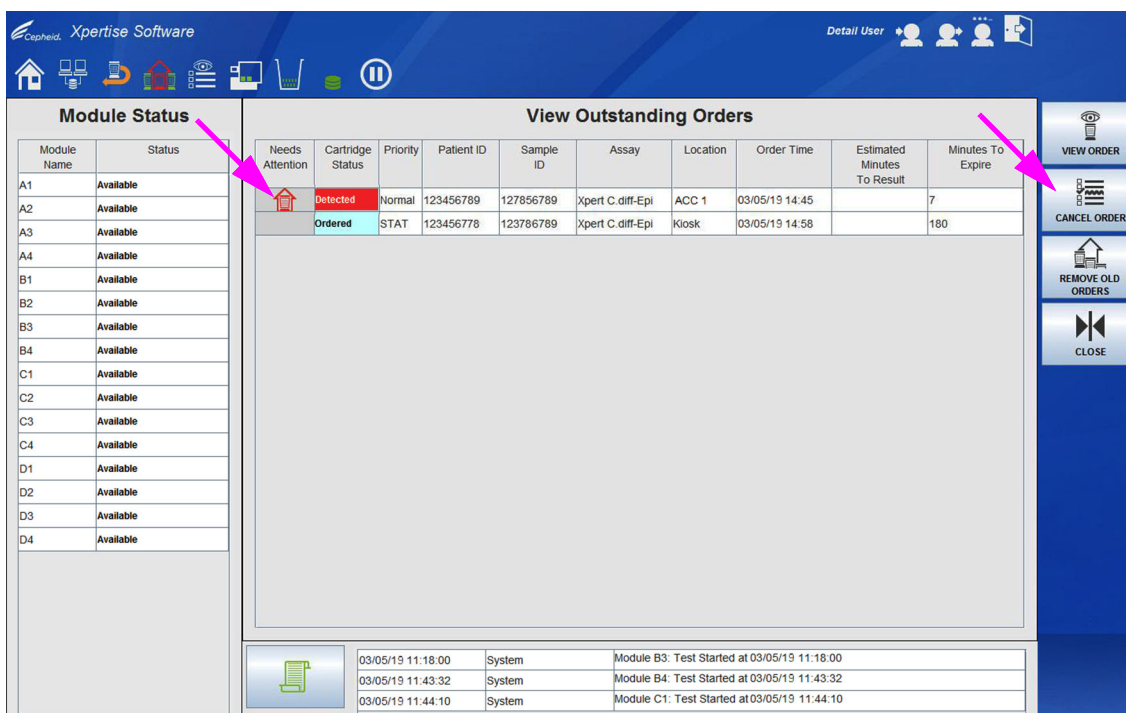
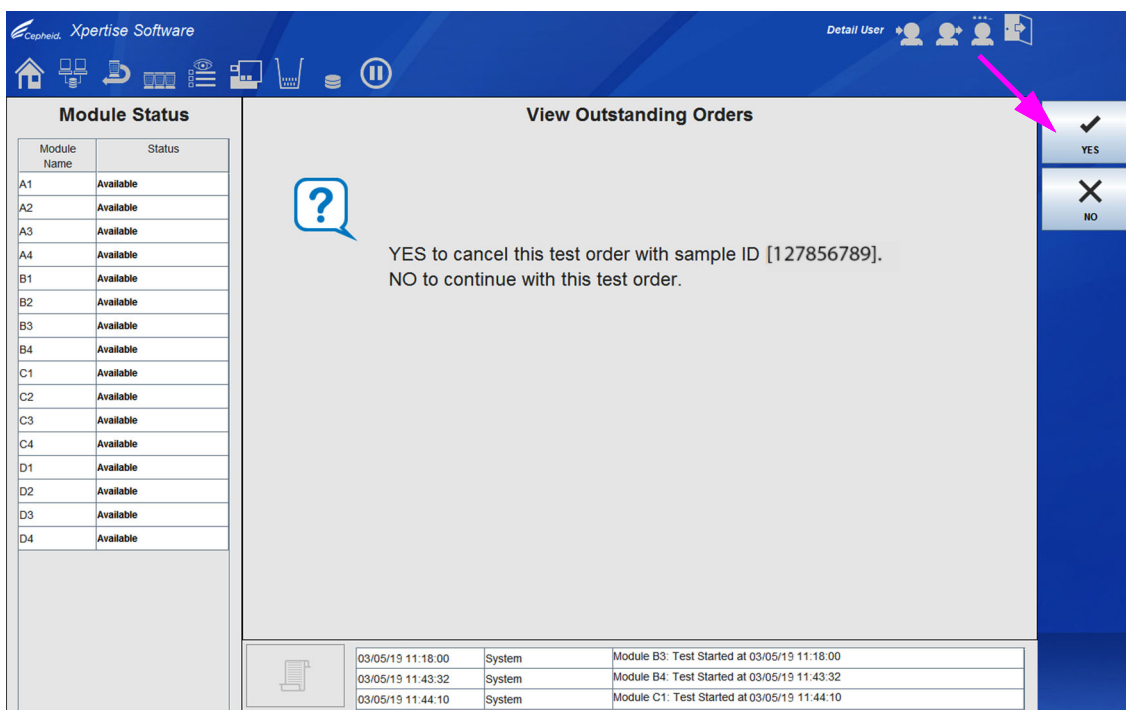
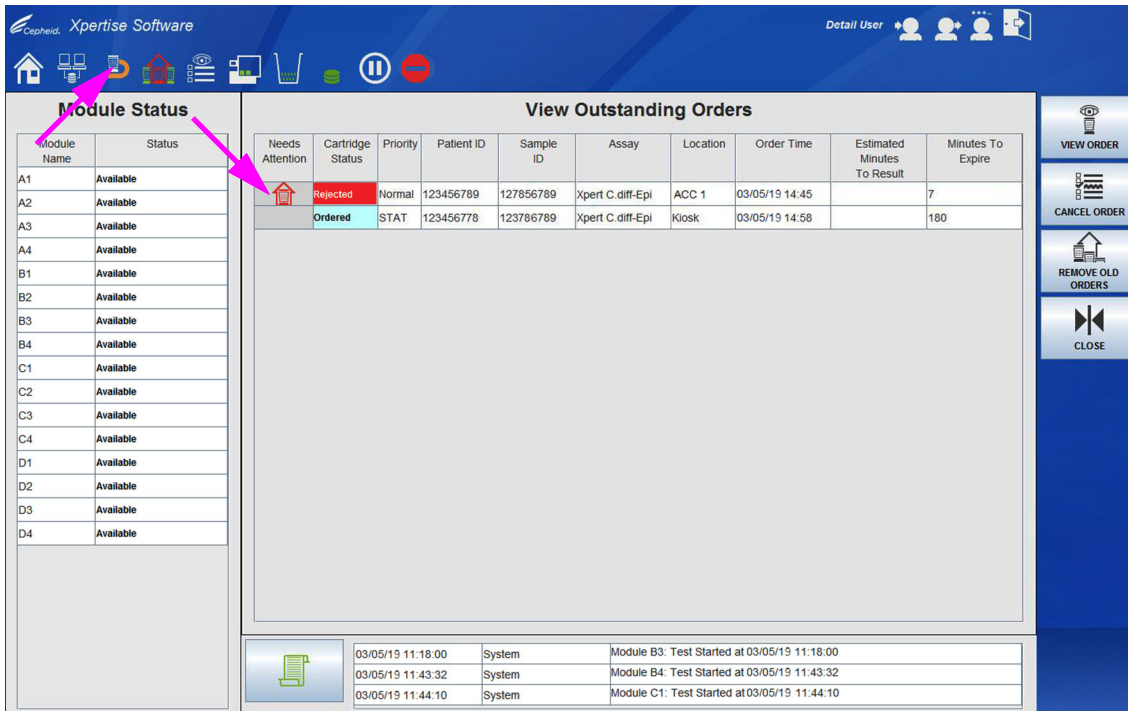
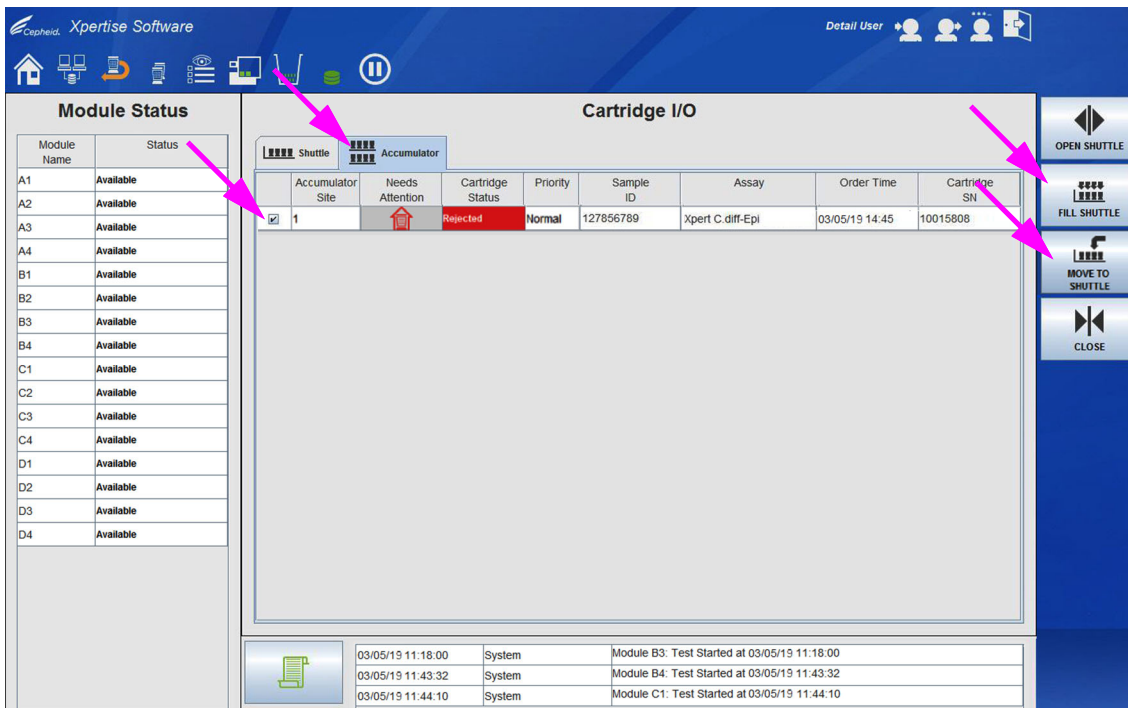

图 10-102. 查看待处理指令 (View Outstanding Orders) 工作区
图 10-103. 查看待处理指令 (View Outstanding Orders) 工作区确认屏幕
图 10-104. 取消指令后的查看待处理指令 (View Outstanding Orders) 工作区
图 10-105. 检测盒 I/O (Cartridge I/O) 工作区
本节说明如何使用检测盒 I/O (Cartridge I/O) 工作区（参见图 10-105）将检测盒从储放架转移到往复架以进行手动移除。可以使用检测盒 I/O (Cartridge I/O) 工作区中的**移动至往复架 (MOVE TO SHUTTLE)** 单独移动检测盒，或可以选择检测盒 I/O (Cartridge I/O) 工作区中的**填充往复架 (FILL SHUTTLE)** 按钮，移动所有可用的检测盒以进行转移。
1. 在控制面板上，选择红色**查看待处理指令**图标以查看需要注意的检测盒。请参见第 10.9.4 节，**查看待处理指令图标**以了解更多有关此图标的更多信息。查看待处理指令 (View Outstanding Orders) 工作区会显示。请参见图 10-102。
2. 要取消储放架位置 1 (**ACC1**) 的测试指令，选择指明 **ACC1 检出 (Detected)** 的第一行。请参见图 10-102。
3. 选择**取消指令 (CANCEL ORDER)** 按钮（参见图 10-102）。查看待处理指令 (View Outstanding Orders) 工作区确认屏幕会显示。请参见图 10-103。
4. 选择**是 (YES)** 按钮（请参见图 10-103）。**检出 (Detected)** 行指明**被拒绝 (Rejected)**。请参见图 10-104。
5. 选择**检测盒 I/O** 图标（参见图 10-104）。检测盒 I/O (Cartridge I/O) 工作区会显示。请参见图 10-105。
- A. 如果您想要将单独的检测盒从储放架移到往复架，在储放架 (Accumulator) 选项卡中，选择靠近检测盒行（代表您想取出的检测盒）的复选框，并选择**移动往复架 (MOVE TO SHUTTLE)** 按钮。请参见图 10-105。平移式机械臂一次会移动四个检测盒到往复架直到移动完所有选择的检测盒。
- B. 要将所有符合条件的检测盒从储放架移到往复架，在储放架 (Accumulator) 选项卡中，选择**填充往复架 (FILL SHUTTLE)** 按钮。请参见图 10-105。